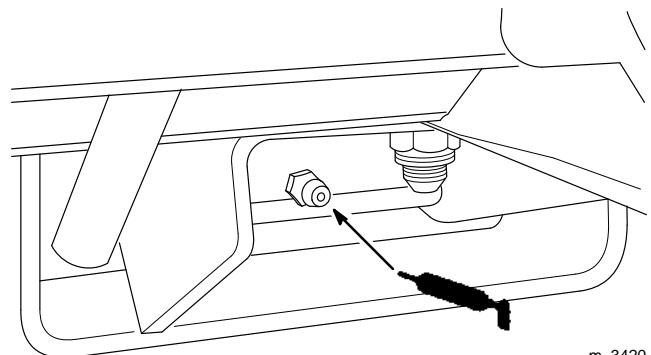

Abbildung 34
6. Den Nippel am Bremspedal schmieren (Abb. 34).